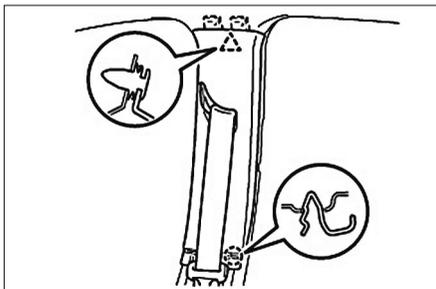

FIG. 121
- Déposer de chaque côté, les garnitures de montants centraux supérieurs (Fig.121).